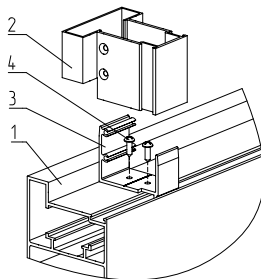

Рис. 65. Установка соединителей под вертикальный разделительный импост (столб)
- установка соединителей под вертикальный разделительный импост (столб) (рис. 65).